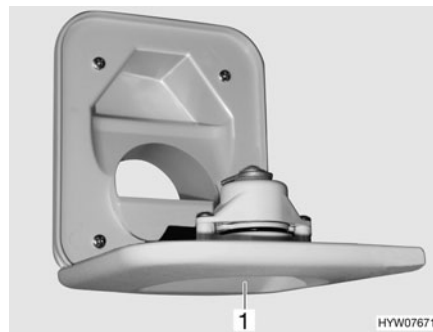

Fig. 206 Tubo de llenado de agua potable para el inodoro
- Abrir el tubo de llenado de agua potable para el inodoro (Fig. 206,1) encima de la trampilla para el cassette Thetford y girarlo hacia abajo.